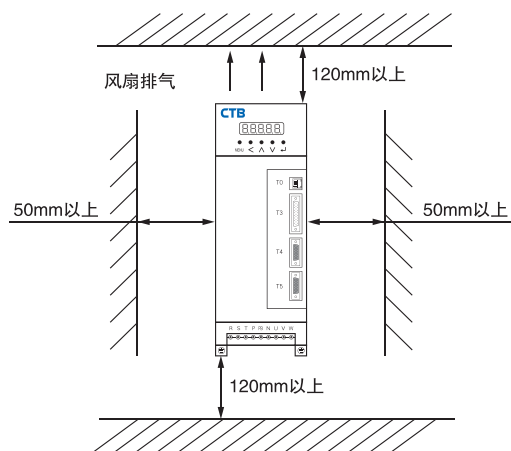

图 3-1 单台控制器的安装
- 单台驱动器的安装间隔及距离要求，如图 3-1,3-3 所示。